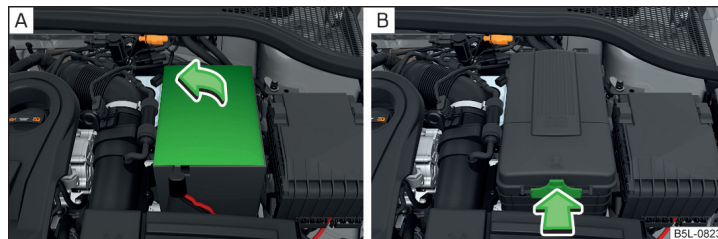

Fig. 163 Capacul din poliester al bateriei autovehiculului/Capacul din material plastic al bateriei autovehiculului
Bateria se află în compartimentul motorului, la unele variante de dotare sub un capac din poliester » fig. 163.
- Deschideți capacul bateriei în sensul indicat de săgeata » fig. 163 - A, respectiv apăsați dispozitivul de blocare de pe lateralul capacului bateriei în sensul săgeții » fig. 163 - B.